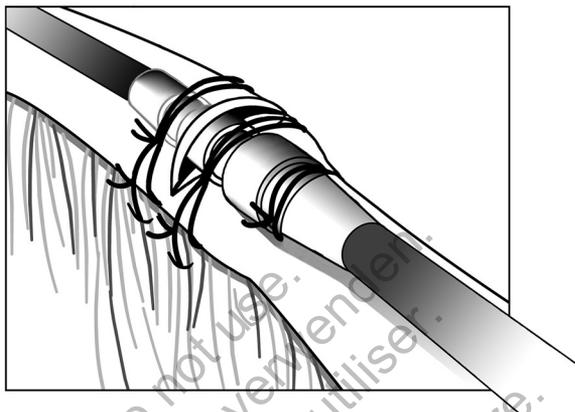

Figura 12. Exemplo de manga de sutura, técnica de venotomia
3. Utilizando a mesma ranhura, fixe a manga e o electrocatéter à fáscia adjacente (Figura 12 na página 31).